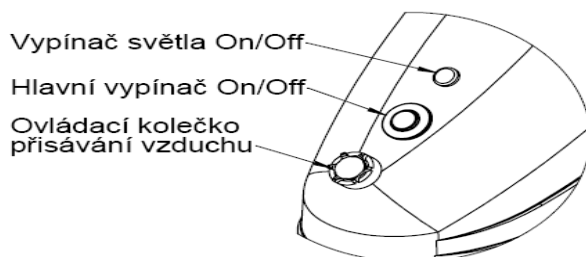

Fig.7
- après sa fixation mécanique, la connexion au réseau électrique et le remontage des capots, l'équipement est prêt pour être mis en route. L'équipement est démarré automatiquement à l'aide d'un bouton-poussoir selon la fig. 7. L'équipement est purgé automatiquement.